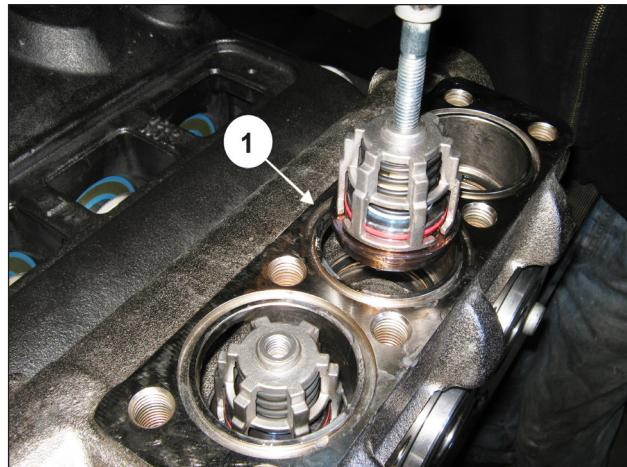

图 102
用一个锤头式提取器(代码27516400)作用在阀导承的M10孔上(位置①, 图 102), 或者用一个M10-M16适配器(代码25089700)作用在阀导承的M16螺纹上, 将排出阀组件取出。